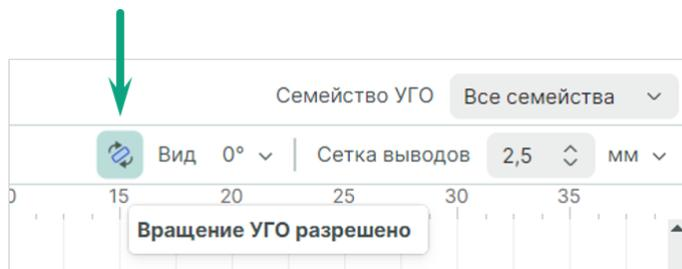

Рис. 193 Выключение запрета на поворот УГО
2. В редакторе УГО включите разрешение на поворот УГО, Рис. 193.